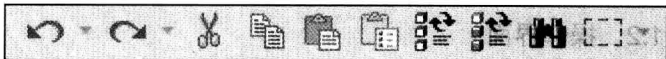

图 1.7 “编辑”工具栏
(2) “编辑”工具栏。如图 1.7 所示,可通过“编辑”工具栏的功能,进行撤销、重做、剪切、复制、粘贴、选择性粘贴和再生模型等功能的应用。